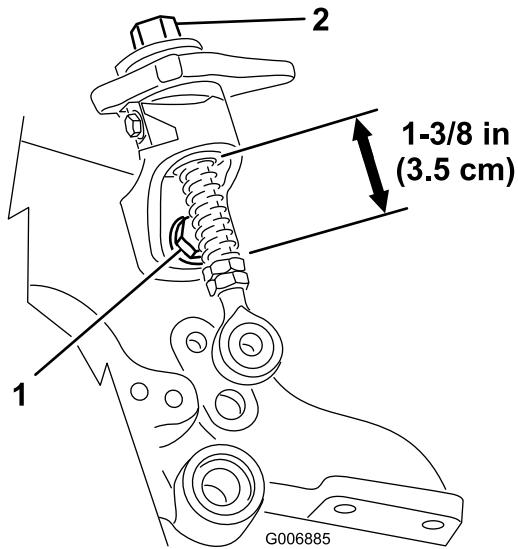

Figure 47
- Desserrez le boulon de montage de l'ensemble levier de levage rapide et vérifiez que la tige filetée est bien alignée et ne coince pas sur le bas du support de montage de l'ensemble levier de levage rapide (Figure 47). Resserrez les boulons.
- Vérifiez que les ressorts du levier de levage rapide sur les tiges filetées sont longs de 3,5 cm (Figure 47).
- Si le bouton de réglage de hauteur ne tourne pas librement, il est possible que la bague soit sale (Figure 47). Nettoyez la bague au besoin.